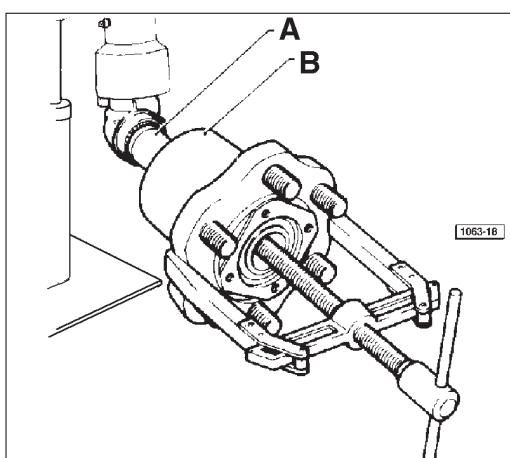

Fig. 18 - Démontage du moyeu au moyen d'un extracteur.
- A l'aide d'un extracteur universel retirer le moyeu complet du pivot **B** (Fig. 18).